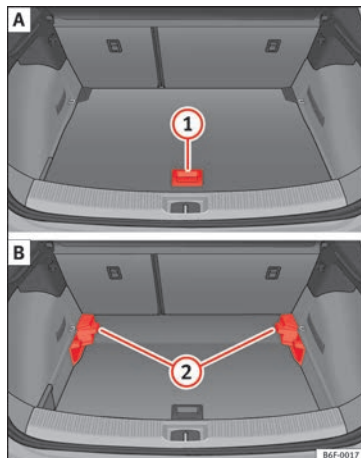

Abb. 166 Variabler Gepäckraumboden: **A** Obere Position; **B** untere Position.
- Heben Sie den Boden am Griffstück » **Abb. 166** (1) an und ziehen Sie ihn nach hinten, bis der vordere Teil vollständig über den Trägern (2) liegt.
- Den Gepäckraumboden nun bis zum Anschlag an den Rücksitzlehnen nach vorne schieben und mit Hilfe des Haltegriffs (1) absenken.